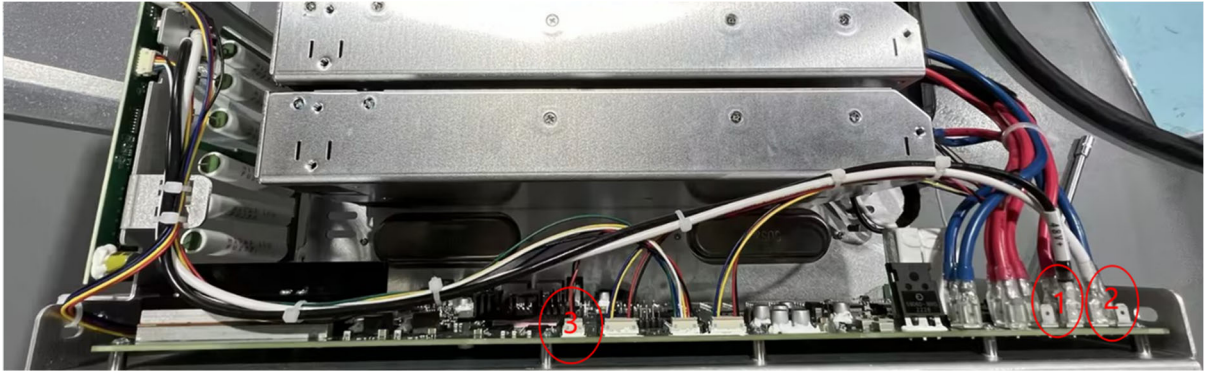

图 3-28 Safe IO 上的线缆位置
- 断开本体到 Safe IO 上的线缆，如图 3-28 所示：